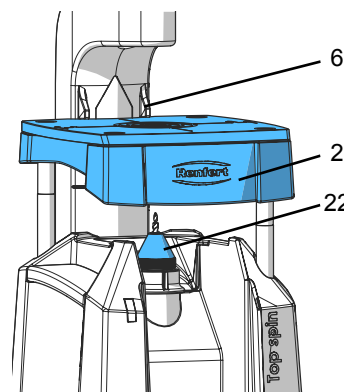

Рис. 8
- ⇒ Нажмите на кнопку для фиксации шпинделя (7, рис.1) поворачивайте натяжную гайку (22, рис. 8) до тех пор, пока кнопка не заблокируется.